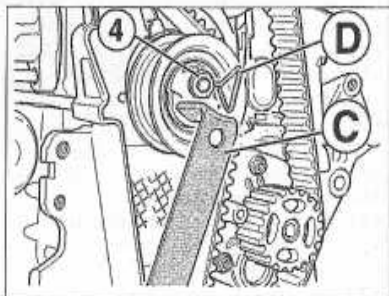

FIGURE 1-11
- Desserrer l'écrou de fixation du galet tendeur (4) (figure 1-11).
- Introduire l'outil de tension de galet tendeur (C) VAG U-30009A dans le galet tendeur. Puis faire tourner celui-ci dans le sens inverse de sa flèche jusqu'à ce que l'on puisse introduire la cheville de blocage (D) VAG T10115 (Ø 3 x 50 mm) (figure 1-11).
- Relâcher doucement l'outil de tension (C) dans le sens de la flèche du galet jusqu'à la mise en butée du galet tendeur sur la cheville de blocage (D).
- Resserrer l'écrou (4) du galet tendeur (figure 1-11).